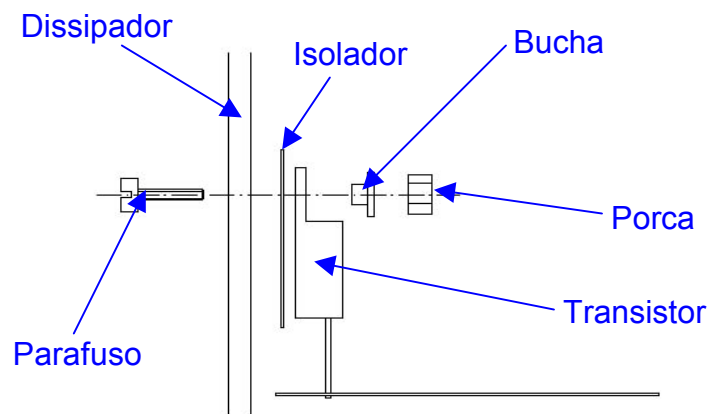

Figura 2
- 52- Coloque um dissipador de calor em Q8. Siga a sequência de montagem conforme **Figura 2.** **Atenção: Caso esteja usando isolador de mica, não esqueça de colocar pasta térmica entre o transistor e o isolador, e também entre o isolador e o dissipador. Caso esteja usando isolador “plástico”, não há necessidade de pasta térmica. ()**